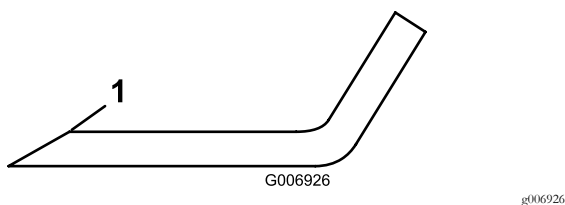

Figura 76
- Controllate i taglienti di tutte le lame. Se sono smussati o scheggiati, affilate la parte superiore del tagliente e mantenete l'angolo di taglio originale per garantire l'affilatezza (Figura 76).